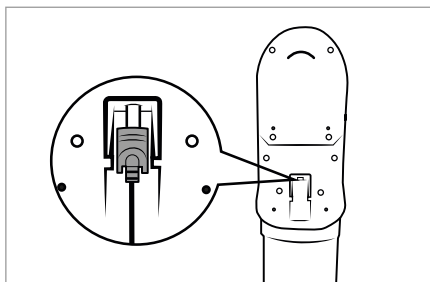

Fig. 8
- La aspiradora también puede cargarse directamente a través del adaptador de red **10**. Para ello, extraiga el conector coaxial **11** del soporte mural **13** con un leve giro e insértelo en la conexión de carga **3** del aparato (consulte la fig. 8).